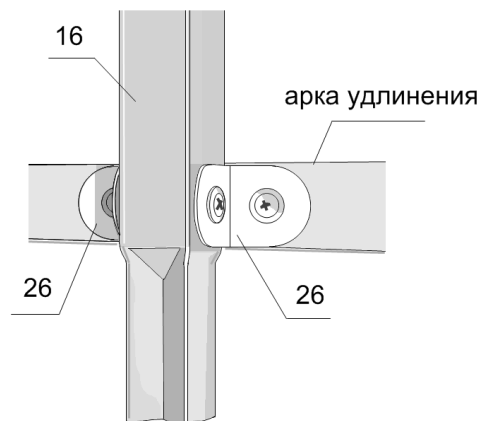

Рис. 14
- ✓ **Вариант -1.** Сборка двухметровой секции удлинения тоннеля теплицы аналогична сборке торцевой двухметровой секции. На ровный участок положите арку удлинения п.3.7 и присоедините стрингеры №16 (см. рис. 14).